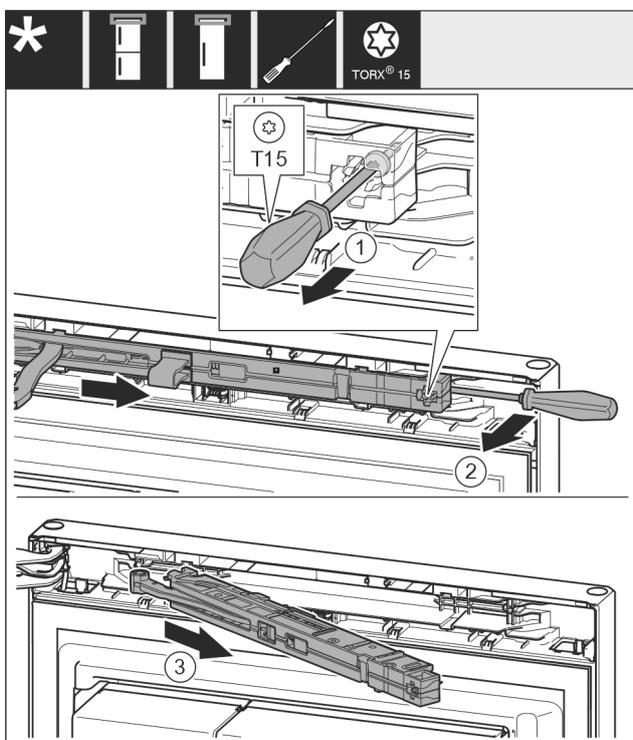

Fig. 12
- ▶ Allentare la vite Fig. 12 (1) sull'unità ammortizzatore di chiusura di 14 mm.
- ▶ Estrarre l'unità ammortizzatore di chiusura Fig. 12 (2) dal lato della maniglia facendo leva in avanti con un cacciavite.
- ▶ Estrarre l'unità ammortizzatore di chiusura Fig. 12 (3).